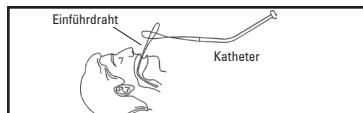

Abbildung 3
- Den Einführdraht durch die Drahtschleife der One Step Button Vorrichtung führen (Abbildung 3).